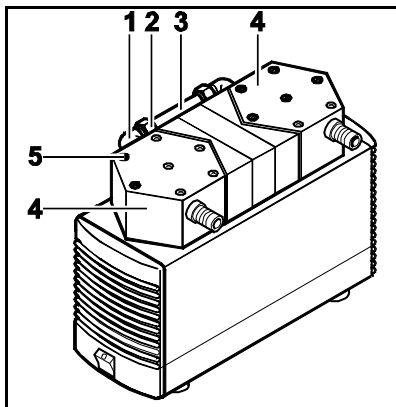

Abb. 7: Pumpenkopf abmontieren
3. Außenliegende Schrauben (Abb. 7/5) von den Pumpenköpfen lösen.